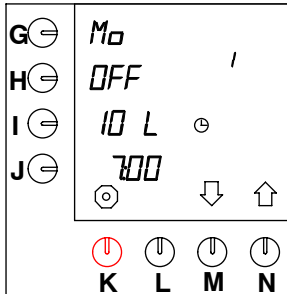

Fig. 44 Ajustes preprogramados (inactivos)
Hay catorce “ajustes de hora” preprogramados para todos los días de la semana. En el momento en que quedan activados por el procedimiento que se explica a continuación, sólo estarán activos y visibles en el modo de usuario. Todos los ajustes pueden ser modificados a voluntad. Los catorce ajustes estandar son mencionados en (ver fig. 44) :
- Mantenga apretada la tecla de selección (N.)↑ hasta que en el display aparezca fig. 44 .